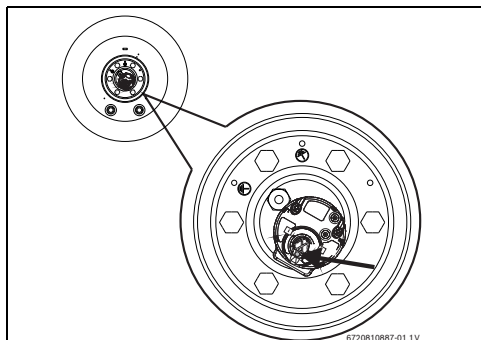

Fig. 15 Botón de rearme
- ▶ Presionar completamente el botón de rearme (Fig. 15).